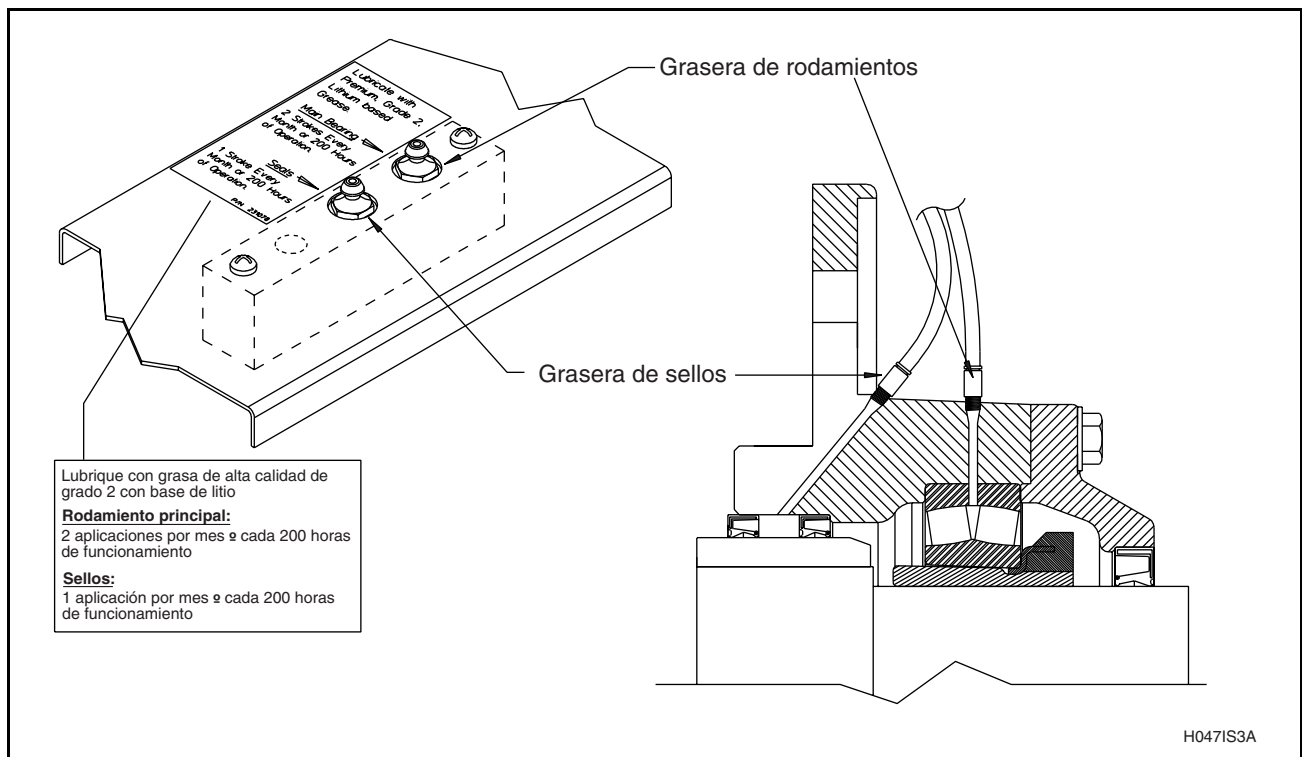

Figura 49
1. **En los modelos de 80 libras de capacidad solamente**, lubrique los rodamientos y sellos una vez al mes **o** después de cada 200 horas de uso. Vea la Figura 49.